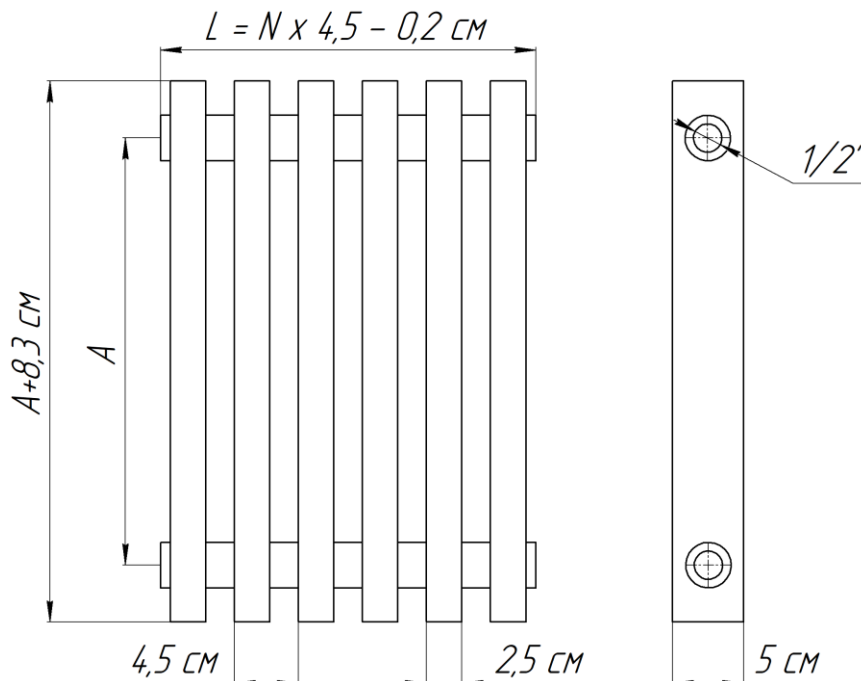

Рис. 1 Радиатор «QUADRUM NEO 50 V», где: А – межцентровый (монтажный) размер, см; N – количество секций; L – габаритная длина, см.
2.1. Основные размеры и параметры радиаторов приведены на Рис.1 и в Таблице №1.